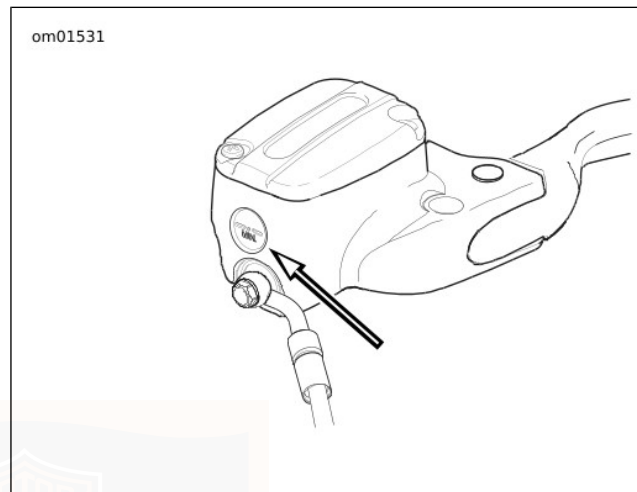

Figura 67. Visor do reservatório da embraiagem
2. Ver Figura 67. Observar o visor do reservatório. Verificar se o nível do fluido está na linha “MIN” ou acima desta. Se o nível de fluido estiver baixo, passar ao passo seguinte.